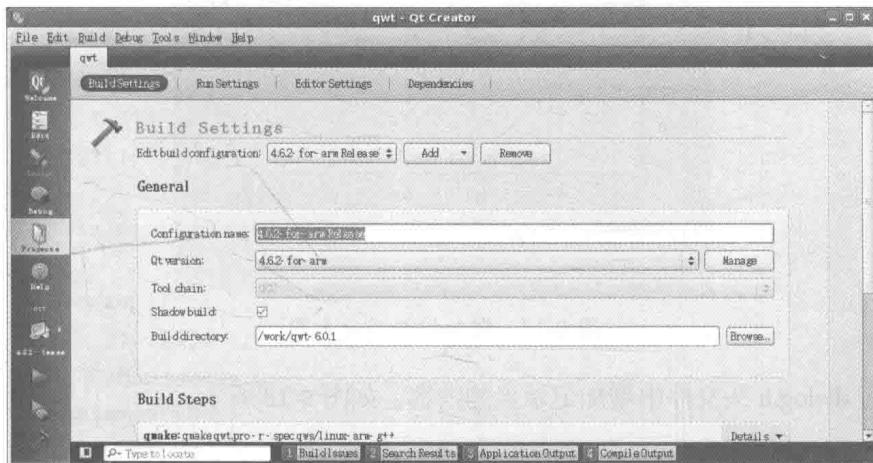

图 9-14 ARM 版本工具链选择界面
(1) 将 qwt-6.0.1.tar.bz2 解压，生成 qwt-6.0.1 文件夹，进入 qwt-6.0.1 文件夹，利用 Qt Creator 打开 qwt.pro 工程。
(2) 点击“Projects”按钮，进入项目设置界面，设置编译器为“4.6.2-for-arm Release”，设置结果如图 9-14 所示；进入 qwt-6.0.1 文件夹，编辑 qwtconfig.pri 文件。